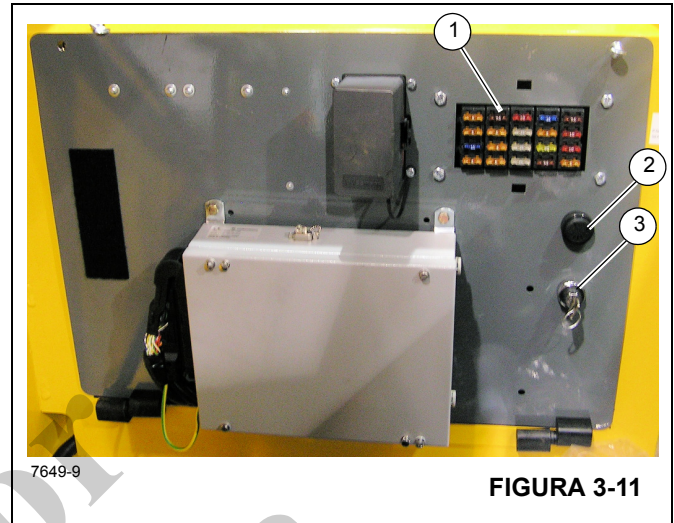

FIGURA 3-11
El tablero de fusibles (1) Figura 3-11 se encuentra detrás del asiento de la cabina en el conjunto de tablero de relés y fusibles de la cabina. Contiene 20 fusibles que protegen los diversos componentes eléctricos de la grúa.
El interruptor de anulación de emergencia del RCL (3, Figura 3-11) es un interruptor accionado con llave que se encuentra dentro de la cabina del operador, en el conjunto del tablero, detrás del asiento del operador. Cuando se acciona (en sentido horario), el interruptor anula y evita que el RCL bloquee las tres funciones de la grúa (bajada de la pluma, extensión del mecanismo telescópico y elevación del malacate), lo que ocasionaría una condición de sobrecarga o de contacto entre bloques.